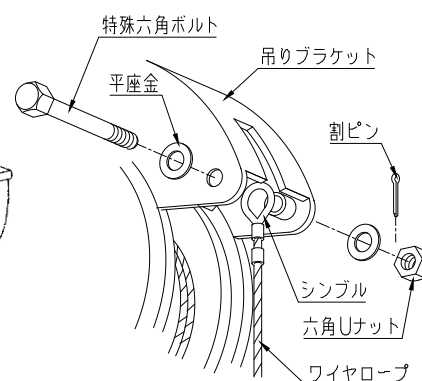

図 8
- 1) ワイヤロープによりが掛からないように注意しながら、吊りブラケットにワイヤロープ端のシムプルごと特殊六角ボルトを差し込む。(図 8)